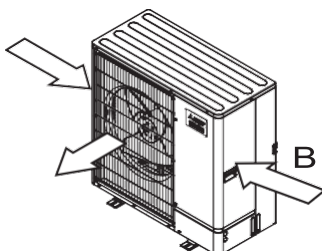

Fig. 2-4
- 3 Colocar la unidad de forma que la salida de aire sople perpendicularmente a la dirección estacional del viento, si es posible. (Fig. 2-4)